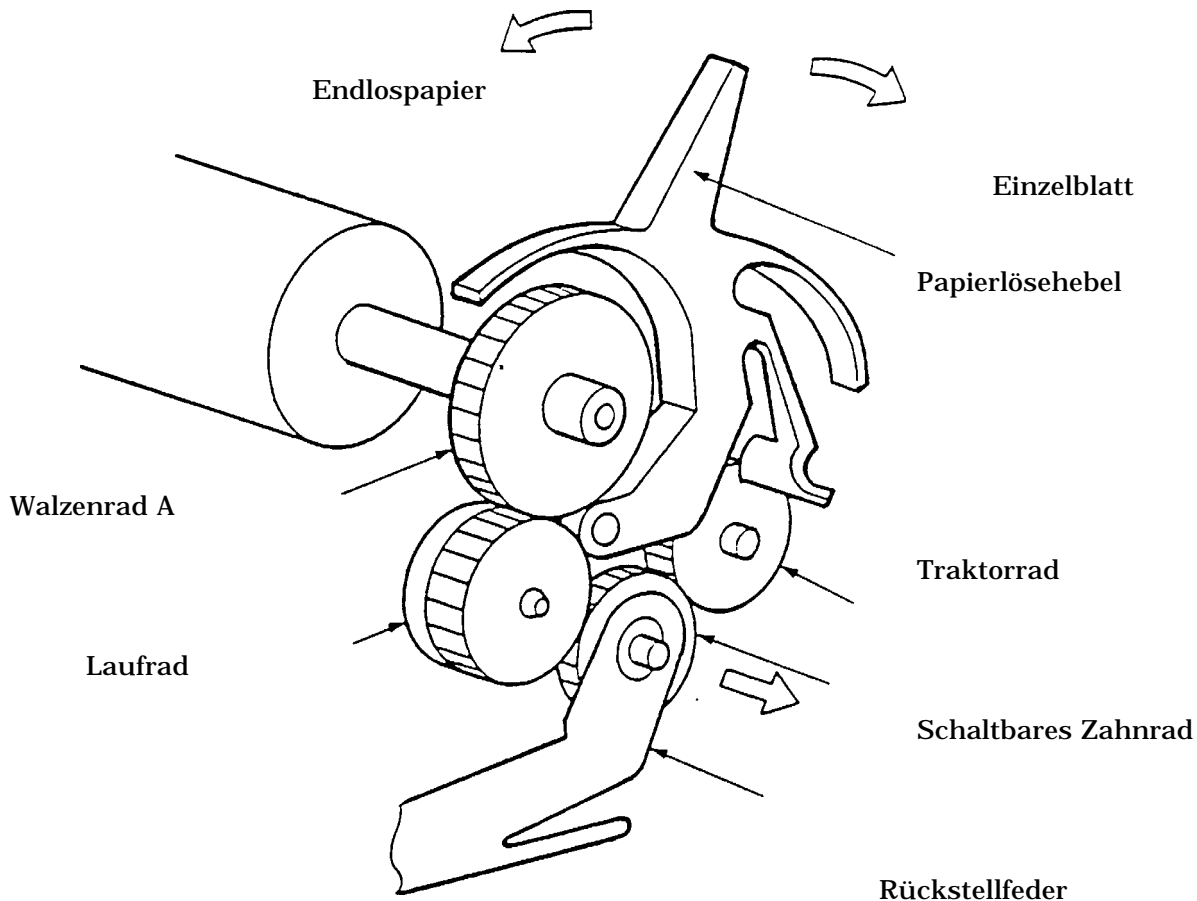

Abbildung 3.9
(3) Wechsel zwischen Einzelblättern und Endlospapier (siehe Abbildung 3.9)